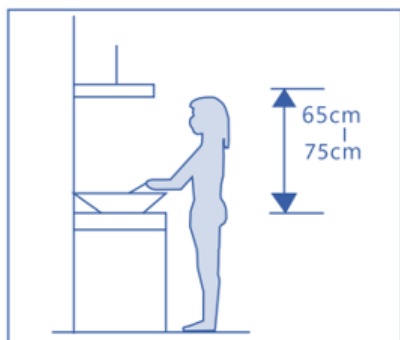

Рис.1
- Для достижения наилучшего эффекта вытяжку следует размещать на расстоянии 65–75 см от варочной поверхности (см. рис. 1 ниже).